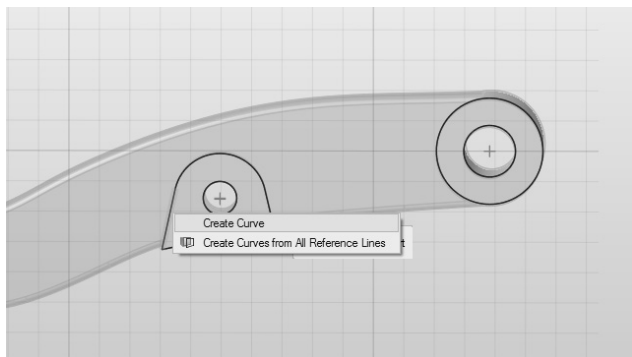

图 6-18
3) 用鼠标右键单击所选面的一条边, 并从右键菜单中选择 **Create Curve**, 如图 6-18 所示。在所选面的 4 条外边上(而非内圆)重复上述步骤。